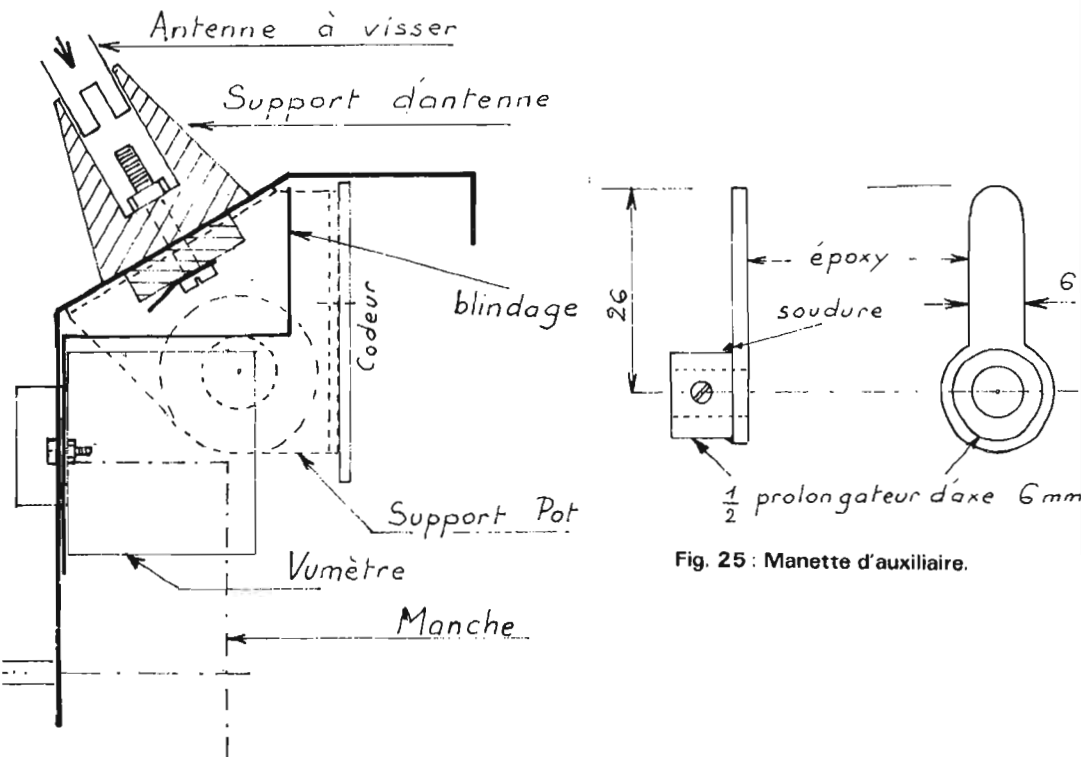

Fig. 24 : Montage de l'antenne.
- L'antenne est démontable. Un boulon de 3 x 15 mm, tête à l'intérieur, serre la cosse de départ du fil de liaison et les pièces de plastique de passage. Le bas de l'antenne télescopique se visse sur la tige filetée de ce boulon. Voir figure 24.